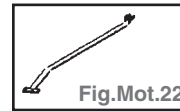

Fig.Mot.22
- Outil nécessaire (Fig.Mot.22) :